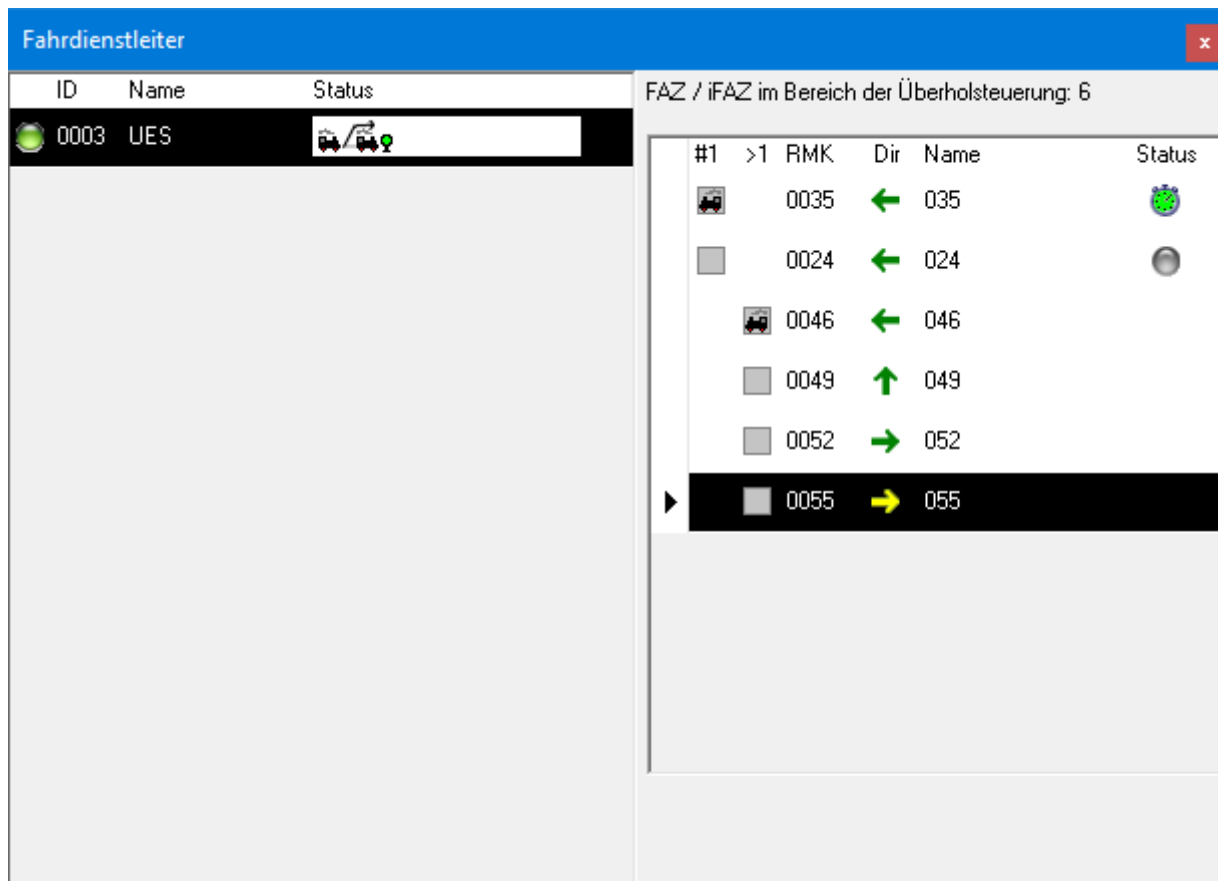

Abb. 6.4
4. Ist die Zeit abgelaufen und der Zug hat das FAZ nicht verlassen, dann wird er vom FDL nicht mehr gesperrt. Ist das der Fall, dann wird im erweiterten Status eine grüne Uhr eingeblendet (Abb. 6.4).